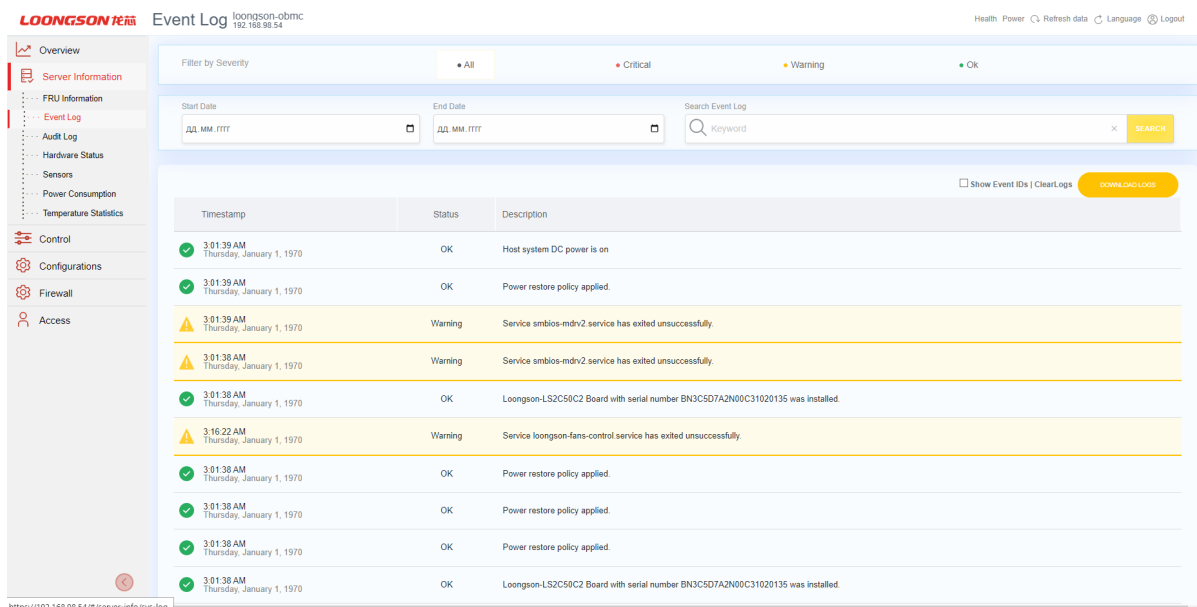

Рис. 72. Окно «Event log»
- 3) Пройдите во вкладку «Server Information» → «Event log» в данной вкладке отображена различная информация из журналов событий, которая генерируется различными датчиками, чтобы отслеживать состояние сервера. В поле «Filter by Severity» произведите фильтрацию по степени серьезности события (All; Critical; Warning; Ok). В поле «Start Date» произведите фильтрацию по дате начала события, в поле «End Date» произведите фильтрацию по дате окончания события. В поле «Search Event Log» произведите поиск по типу произошедшего события. Установка флажка в поле «Show Event IDs | ClearLogs» позволяет очистить журнал событий. Кнопка «Download Logs» позволяет выгрузить журнал событий. Окно показано на рис. 72